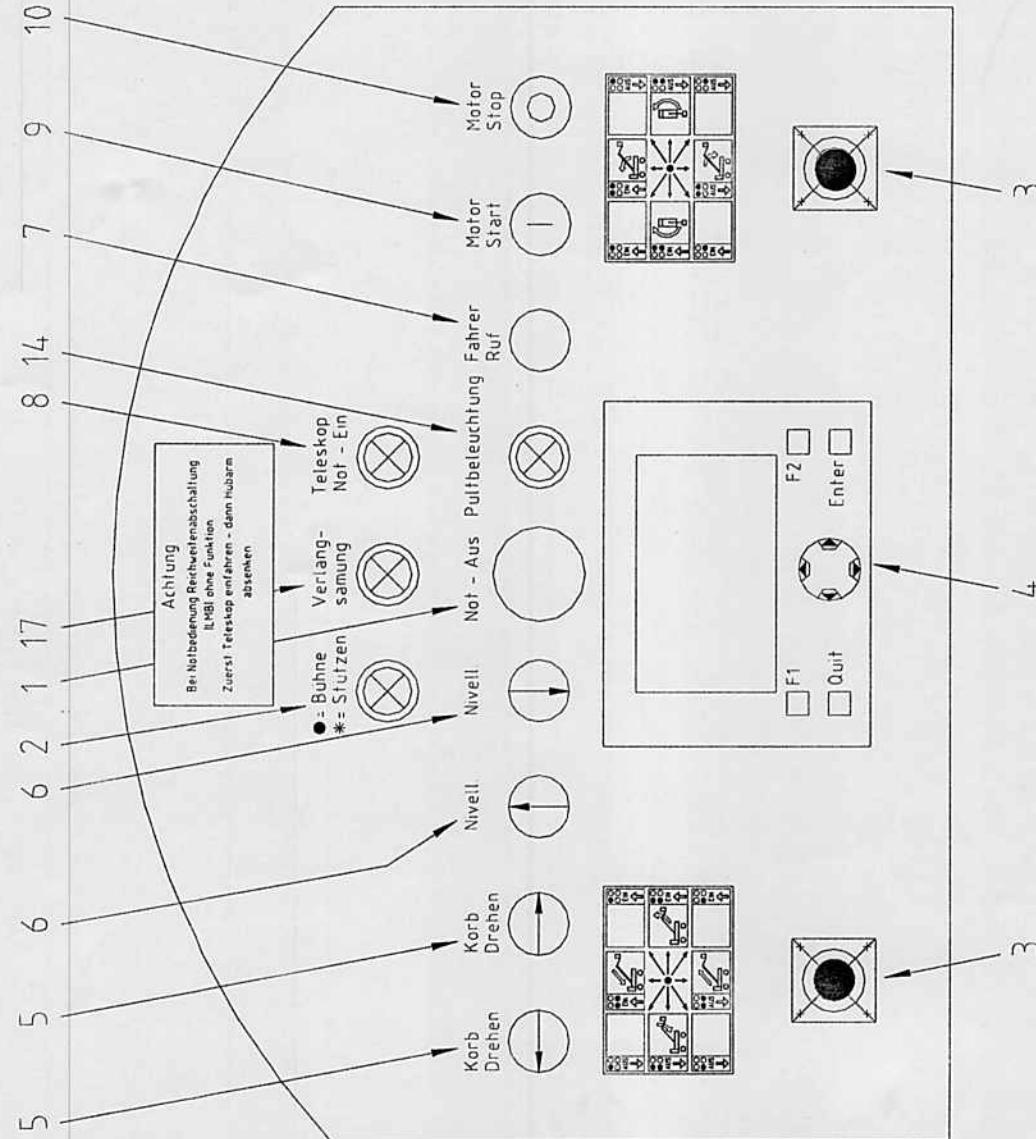
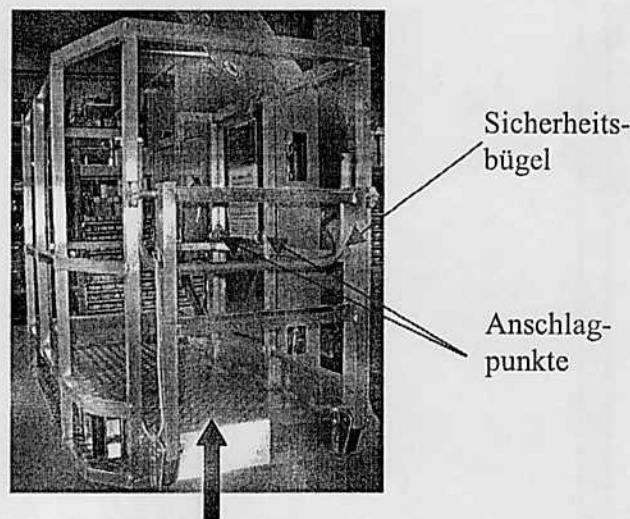

Bild 4: Bediensstand Arbeitskorb TKA 30 KS
Bild 4b: Aluminium Arbeitskorb
Die Abstützung der Arbeitsbühne wird vom Korb aus unter Beachtung nachfolgender Hinweise gesteuert. (siehe Bild 4, 4a und 4b)
- Das Betreiben der Hubarbeitsbühne vom Korb aus ist nur mit hochgeklappter Leiter und heruntergeklapptem Sicherheitsbügel gestattet (siehe Bild 4b).
Hinweis: Es wird empfohlen, einen Sicherheitsgurt zu verwenden. Dieser ist im Arbeitskorb in den dafür vorgesehenen Anschlagpunkten zu befestigen (siehe Bild 4b).
Vorgehensweise: (siehe Bild 4 und Graphik 1)
- Durch Fahren einzelner Stützen wird die Bühne nach Libelle im Display (s. Graphik 1) ausgerichtet. Dazu werden die Joysticks diagonal entsprechend der Beschriftung am Bedienstand (siehe Bild 4) ausgelenkt; der volle schwarze Punkt kennzeichnet hierbei die aktive Stütze.
- Die Steuerung der Arbeitsbühne kann nun vom Korb aus erfolgen; siehe Bild 4; 4a und 4b. Das Betreiben der Hubarbeitsbühne vom Korb aus ist nur mit hochgeklappter Leiter und heruntergeklapptem Sicherheitsbügel gestattet (siehe Bild 4b).
Hinweis: Es wird empfohlen, einen Sicherheitsgurt zu verwenden. Dieser ist im Arbeitskorb in den dafür vorgesehenen Anschlagpunkten zu befestigen (s.Bild 4b).